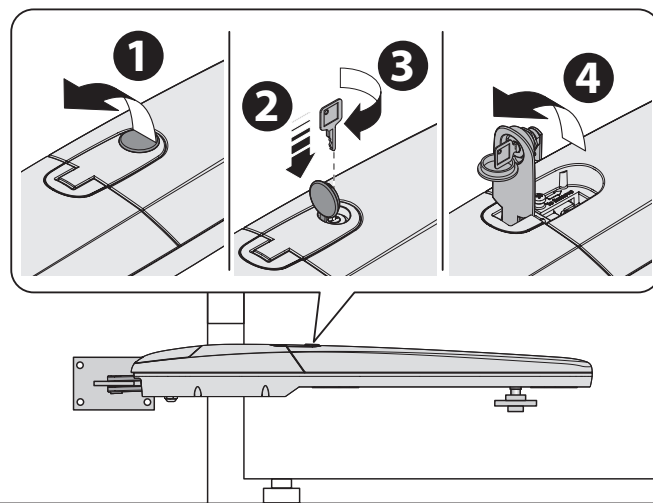

Fig. 8
01. Déverrouillez le motoréducteur comme le montre la fig. 8;
02. Déverrouillez le motoréducteur voir **fig. 8**;